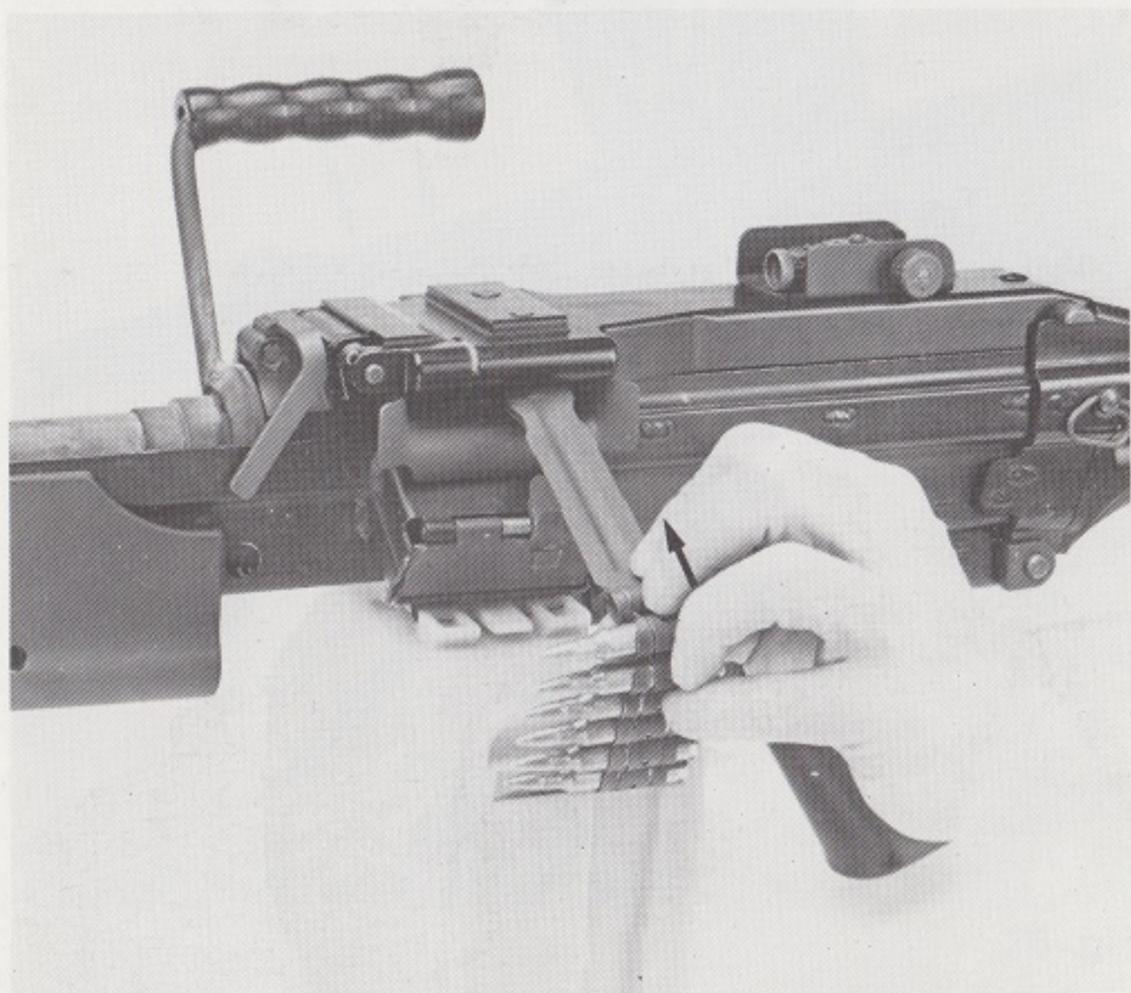

Fig. 38
- Quand la boîte est fixée sur son support, sortir la tirette de son encastrement, tirer un bout de bande hors de la boîte et introduire la tirette dans le couloir d'alimentation en appuyant celle-ci contre la paroi postérieure du couloir (Fig. 38).